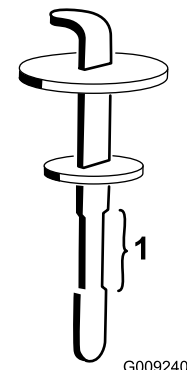

Figura 100
5. Retire la varilla del cuello de llenado y límpiela con un paño limpio. Inserte la varilla en el cuello de llenado y, a continuación, retírela y compruebe el nivel del aceite (Figura 100).